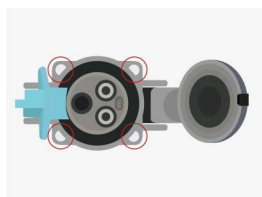

Figura 1
1. Desparafuse os 4 parafusos laterais (figura 1).